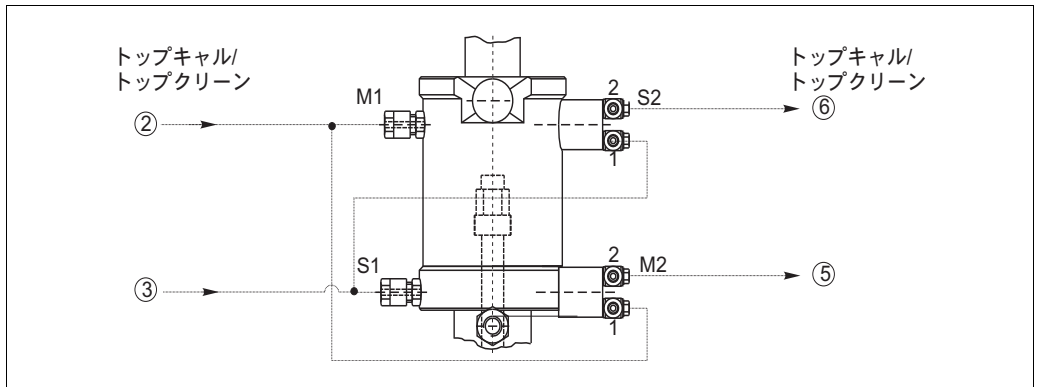

図 12： 圧空システム接続およびリミットスイッチ (1= 入口、2= 出口)
1. "ホルダ測定" の圧縮空気供給ライン (トップキャル/トップクリーン：ホース番号 ②) を、上部の G 1/8 エア接続口に接続します (図 12)。
2. また、圧縮空気供給ライン番号 ② を下部リミットスイッチ (M2、T ピース経由) の入口 (1) に接続します。このリミットスイッチは、位置フィードバック信号 "ホルダ測定" を返します。
3. "測定"ポジションに達すると、入口 M2 (1) に供給されているエアが切り替えられ、出口 M2 (2) から排出できます (トップキャル/トップクリーン：ホース⑤ とリミットスイッチ出口を接続)。
4. "ホルダサービス"の圧縮空気供給ライン (トップキャル/トップクリーン：ホース番号③) を、下部の G 1/8 エア接続口に接続します。
5. また、圧縮空気供給ライン番号③ を上部リミットスイッチ (S2、T ピース経由) の入口 (1) に接続します。このリミットスイッチは、位置フィードバック信号 "ホルダサービス" を返します。
6. "サービス"ポジションに達すると、入口 S2 (1) に供給されているエアが切り替えられ、出口 S2 (2) から排出できます (トップキャル/トップクリーン：ホース番号⑥)。